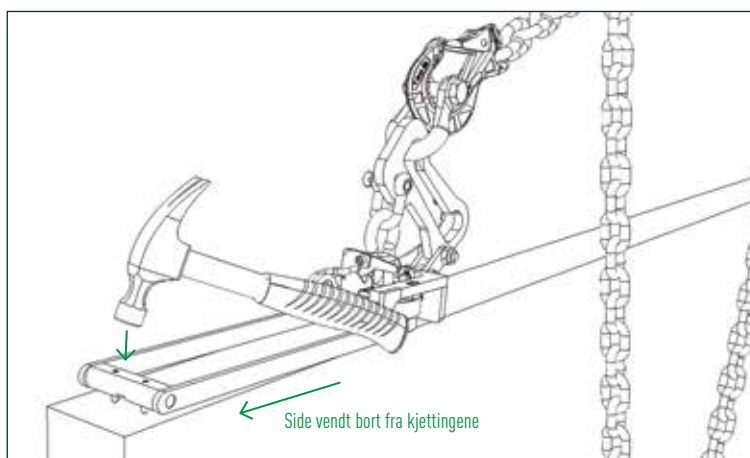

Fig. 2a
- c) Innslåing av dorer iht. fig. 2a.
- d) Plasser den store sjakkelen i løfteposisjonen iht. fig. 2a / 2b.